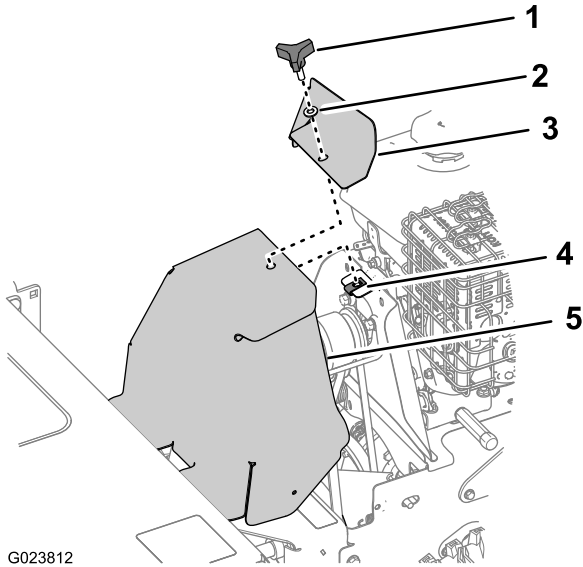

Figura 38
- Retire el pomo y la arandela que sujetan la cubierta del motor y la cubierta de las correas a la máquina (Figura 38).
- Alinee la cubierta de las correas y la cubierta del motor con la máquina y la tuerca de chapa (Figura 38).
- Sujete la cubierta de las correas y la cubierta del motor a la máquina con el pomo y la arandela (Figura 38).